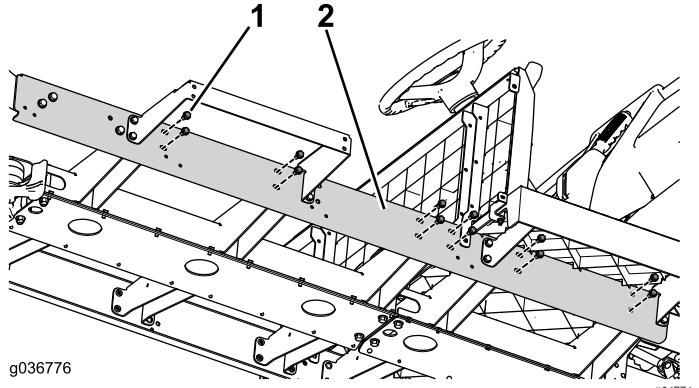

Рисунок 31
7. Установите остальные крепежные детали швейлера (Рисунок 31).